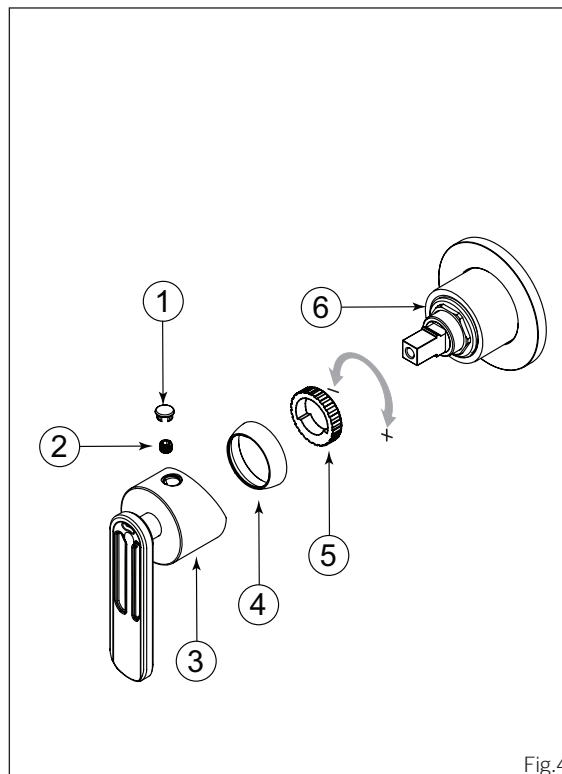

Fig.4
The highest temperature needs to be set at or under 120°F (49°C). It can be adjusted as follows: Remove the decorative cap (1), the set screw (2), the handle (3) and the dome cap (4) (Fig.4). Pull out the temperature limiting ring (5) from the cartridge (6). Gradually rotate it to the left to lower the highest temperature setting or towards the right to increase it.
La température maximum doit être réglée à 120°F (49° C) ou moins. Pour l'ajuster il faut: Retirer le cache-vis (1), la vis de retenue (2), la poignée (3) ainsi que le capuchon en dôme (4) (Fig.4). Ensuite, retirer la bague de limite de température (5) de la cartouche (6). Tourner la bague graduellement vers la gauche pour diminuer la température maximale et vers la droite pour l'augmenter.